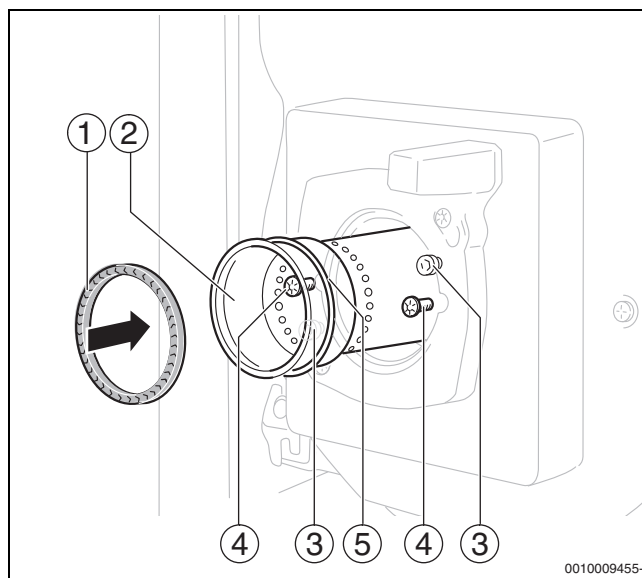

Fig. 43 Sostituzione del bocchaglio
- Svitare entrambe le viti di fissaggio (→ fig. 43, [4]).
- Montare il nuovo bocchaglio (→ fig. 43, [2]) e l'anello di tenuta (→ fig. 43, [5]).